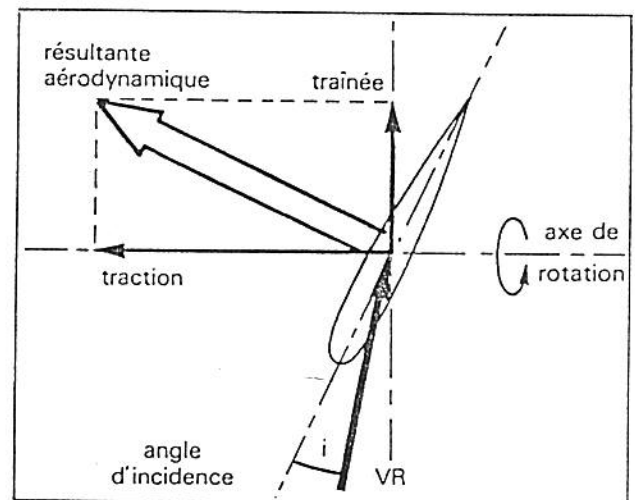

Fig. 5.
- en une force nuisible : la traînée (fig. 5).